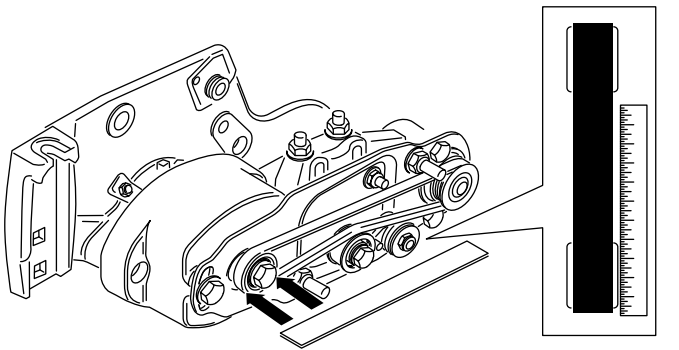

Bild 17
- Legen Sie eine Abziehlplatte entlang Außenseite der **Antriebsscheibe** (Bild 17). Legen Sie die Abziehlplatte **nicht** über den Antrieb und die Antriebsriemenscheiben.